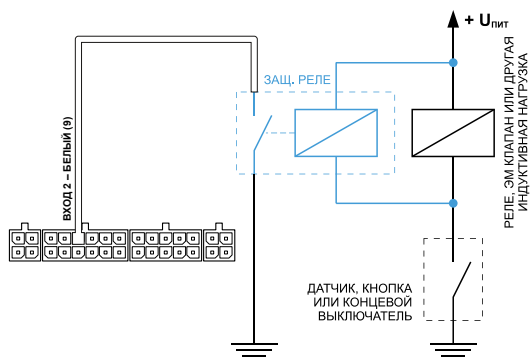

Рис.20. Схема подключения защитного реле
- 2. Защитное реле (Рис.20)** – устанавливается параллельно индуктивной нагрузке. При этом контакты защитного реле служат для замыкания входа АСН на «массу».